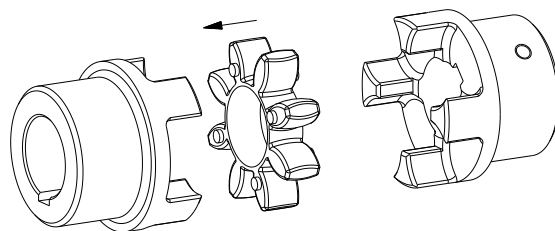

図 11: スパイダーの取付け
- スパイダーを駆動側または従動側のハブの爪に挿入して下さい（図 11 をご参照）。